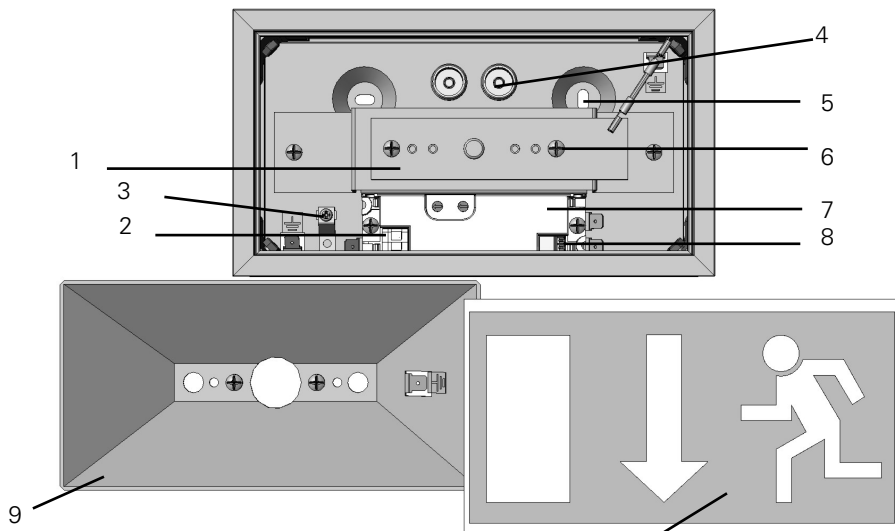
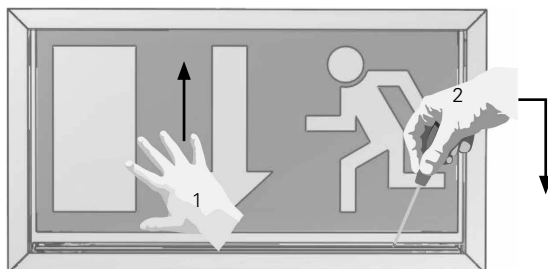

Bild 1 / Fig. 1
Bild 3 / Fig. 3
- Piktogrammscheibe mit Hilfe eines breiten Schraubendrehers entfernen (s. Bild. 3, S. 5)
- Reflektor und Scheibe einsetzen (s. Bild 1+2).
- Remove cover by using a flat screw driver (see fig. 3, page 5)
- Connect mains to terminals L(U), N(O) and PE
- Insert reflector and than cover (see fig. 1+2).